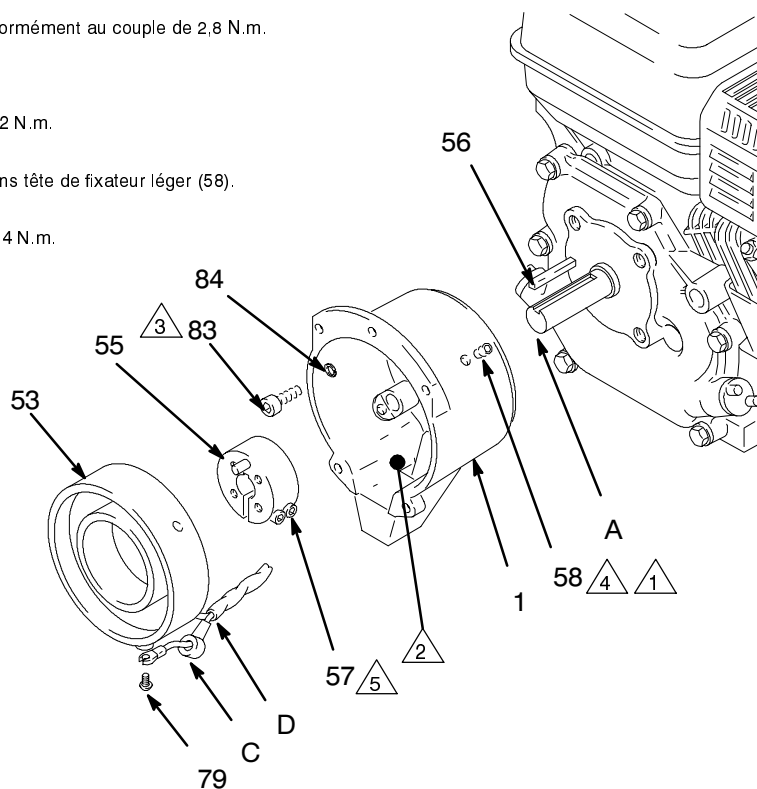

Fig. 21
1. Remonter le **carter d'embrayage (1)**, les vis à tête (83) et les rondelles (84) sur le moteur. Utiliser un outil spécial pour positionner dans l'axe le carter d'embrayage sur le moteur. Serrer les vis (83) à 22 N.m.
2. Mettre en place la **clavette (56) de l'arbre moteur**. Voir Fig. 21.
4. Brancher les fils du faisceau de câbles (D) à l'aide des vis (79) sur les deux emplacements prévus sur l'inducteur (les fils peuvent être branchés sur l'un ou l'autre emplacement). Relever les capuchons plastiques (C) et les enfoncer sur la tête des vis. Monter l'inducteur sur le carter d'embrayage. Introduire le faisceau de câbles dans l'orifice du carter d'embrayage. Aligner les trous des vis sans tête de l'inducteur et du carter d'embrayage (1). Serrer à la main les vis sans tête (58) en diagonale et de façon uniforme. Voir Fig. 21.
- 4  Enduire le filetage des vis sans tête de fixateur léger (58).